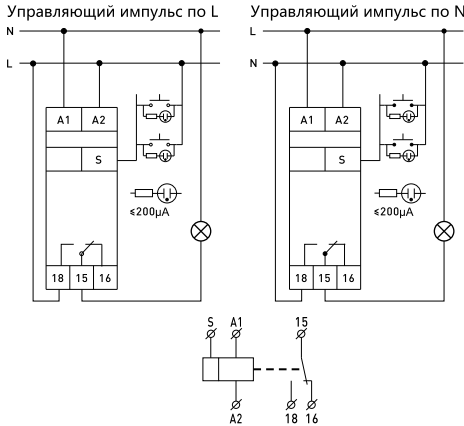

Рис. 4 Схема подключения
- 3.5. Произвести подключение реле в соответствии со схемой, приведенной на рис. 4.